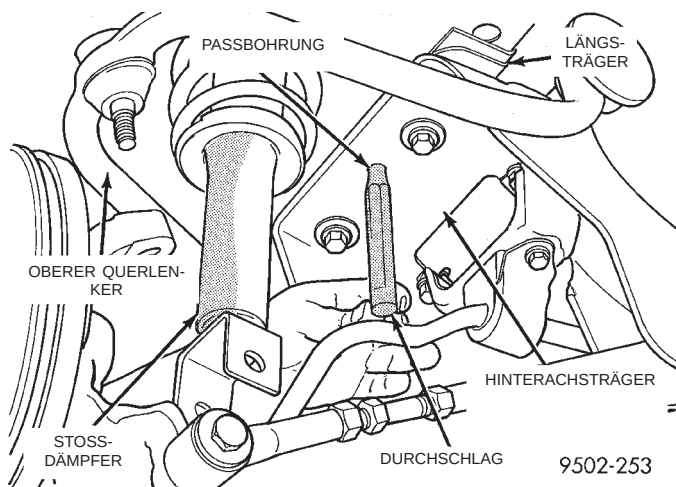

Abb. 29 Hinterachsträger in die korrekte Einbauposition bringen
(3) Auf beiden Seiten des Achsträgers einen Durchschlag mit passendem Durchmesser in die Paßbohrungen des Achsträgers und der Längsträger stecken (Abb. 29). Nur auf diese Weise kann der Achsträger in die richtige Einbauposition gebracht werden. Dann die vier Schrauben an den Längsträgern mit einem Anzugsmoment von 108 N·m (80 ft. lbs.) festziehen. Die beiden Durchschläge wieder entfernen.